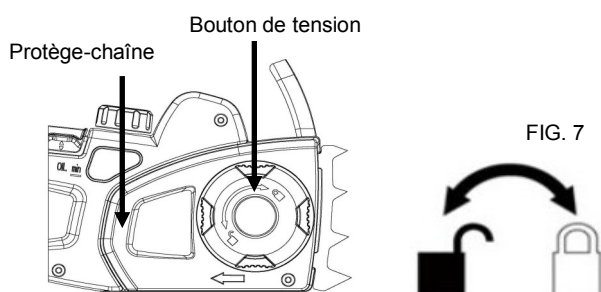

FIG. 7
3. Enlever le couvercle de la chaîne. (Fig. 7)